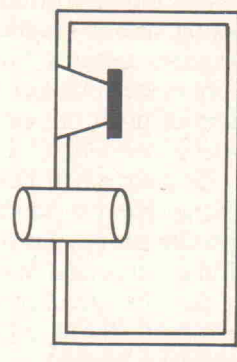

Bild 14. Beidseitig freistehendes Rohr als Reflaxtunnel.
3. ein Rohr oder Tunnel, beidseitig freistehend (Bild 14).